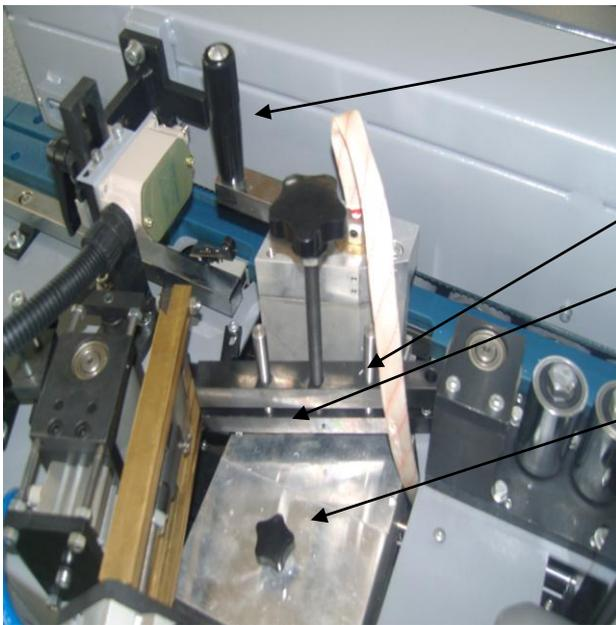

Abb.12
3. Starten Sie die Klebewalze, wenn der Leim in flüssigen Zustand ist und seine Temperatur 190°C erreicht. Kontrollieren Sie die aufgetragene Klebstoffmenge mit dem Hebel B (Abb.12). Beachten Sie die Klebstoffmenge im Leimbehälter, wenn Sie die Kante anleimen.